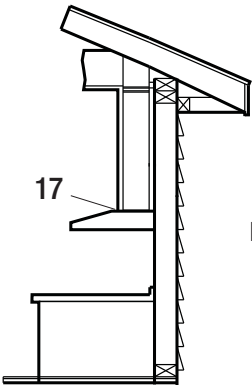

Fig. 8
Dans un dispositif d'évacuation vers l'intérieur, l'air n'est pas évacué à l'extérieur (figure 8). L'air passe plutôt à travers le filtre au charbon et est dirigé vers l'intérieur du bâtiment par le conduit d'aération supérieur de la hotte (17). Veuillez consulter la section Installation pour obtenir de plus amples renseignements.